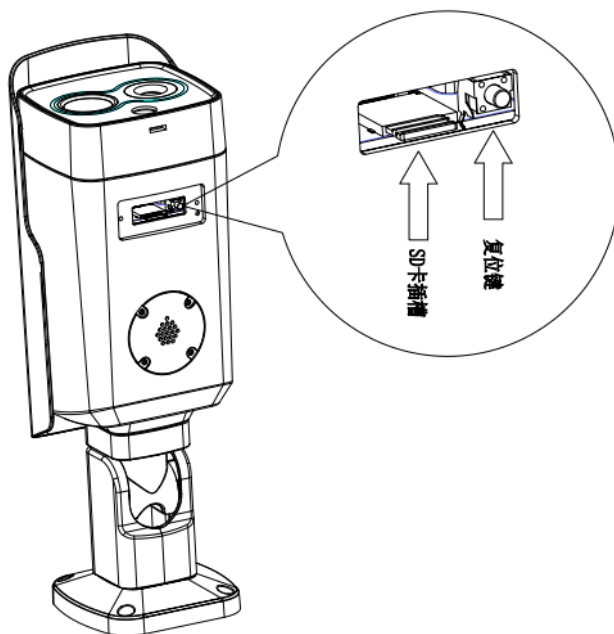

图3.2-1 SD卡槽及复位孔
**步骤2** 打开下翻盖即可看到SD卡插槽和复位孔，如图3.2-1所示。